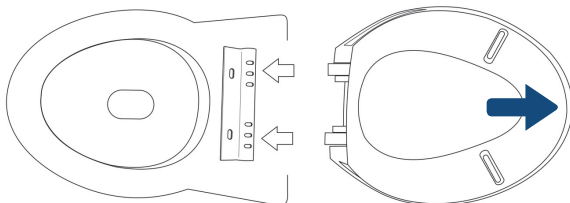

Figura 2
3. Retire el asiento existente del inodoro. Asegúrese de guardar los tornillos existentes ya que se necesitarán para fijar el soporte del armazón y volver a colocar el asiento. (Figura 2)